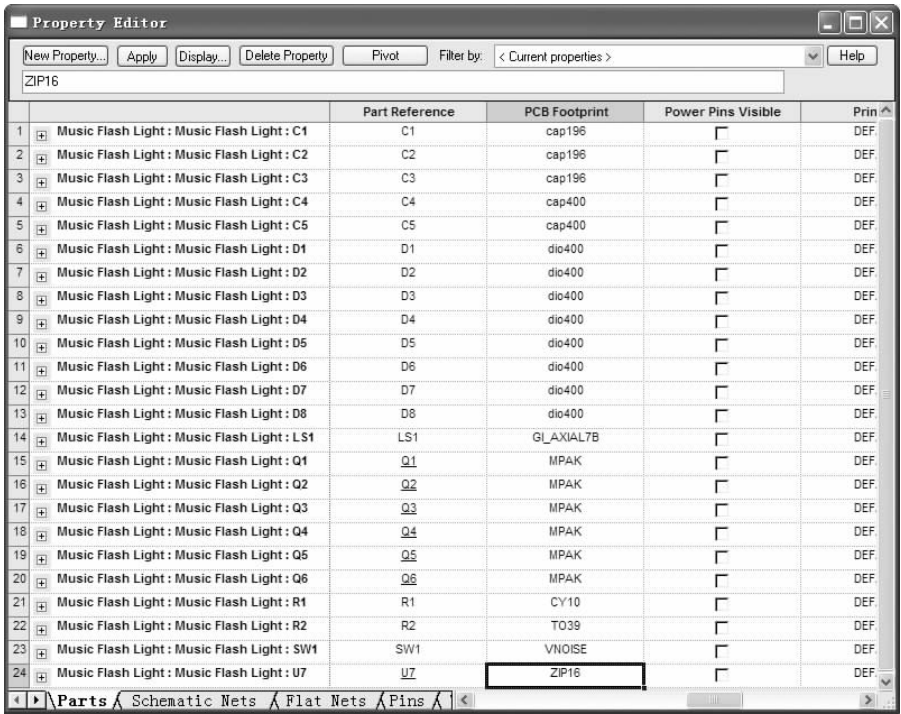

图 12-65 元件属性编辑
2. 添加 Footprint 属性。选中电路的所有模块，右击选择 “Edit properties（编辑属性）” 命令，在窗口下方选择打开 “Parts（元件）” 选项卡，选择属性 “PCB Footprint”，在该列表框中输入元件对应的封装名称，结果如图 12-65 所示。